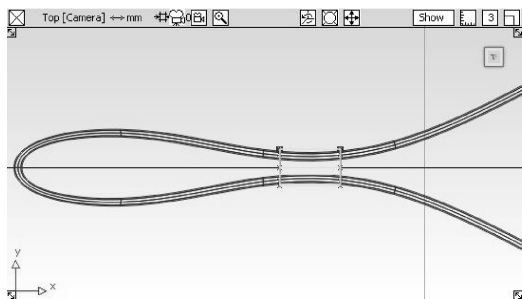

图 3-105 收紧挂带
- 62 选择【Pick nothing】工具，取消选择。在【Surfaces】工具标签中选择【Skin】工具，依次单击刚刚移动的两条曲线，形成放样曲面，如图 3-105 所示。